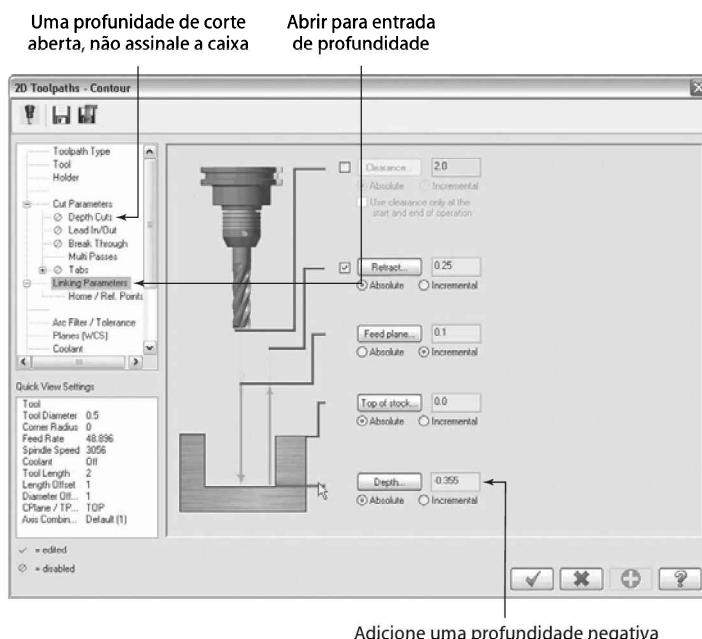

Figura 9-30 Adicionando 0,355 pol. de profundidade de corte usando o Link parameters.
- Quando o retângulo superior arredondado for encadeado, clique sobre Linking parameters (parâmetros de conexão), como mostrado na Figura 9-30.